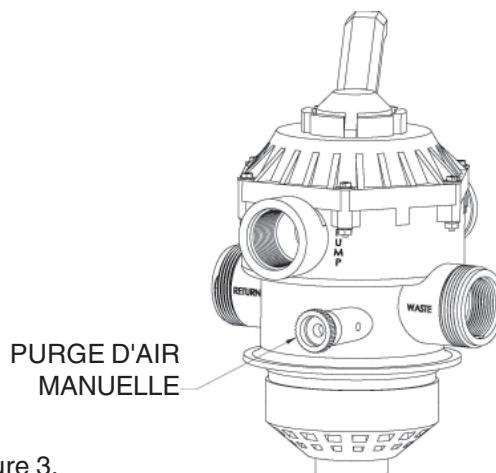

Figure 3.
4. Ouvrez la purge d'air manuelle. (Reportez-vous à la Figure 3.) ÉCARTEZ-VOUS DU FILTRE. Amorcez et mettez la pompe en marche en suivant les instructions concernant la pompe et laissez le filtre se remplir d'eau. Refermez la purge d'air lorsque l'eau s'écoule en un jet continu.